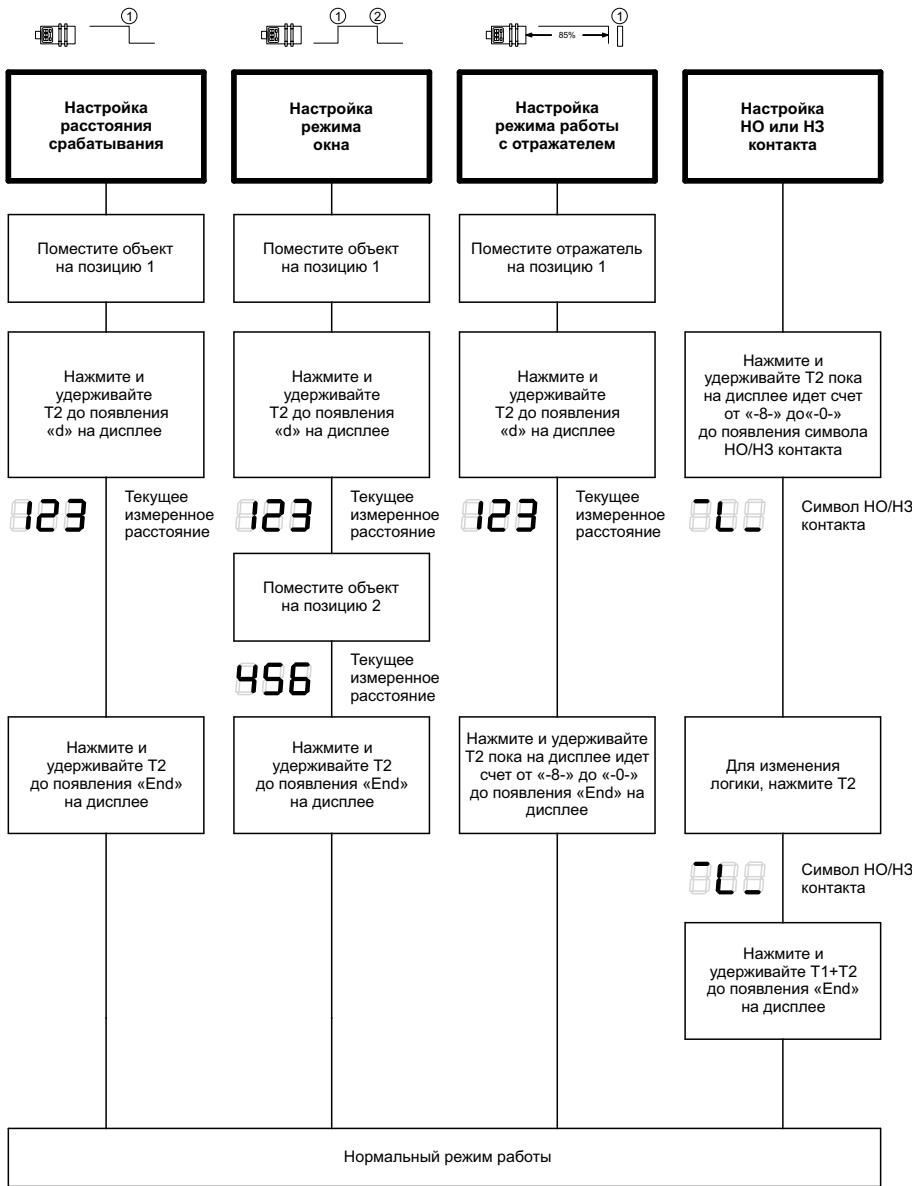

Рисунок 22 – Задание параметров с помощью процедуры «обучения» (дискретный выход) для датчика *mic+.../DIU/TC*
- 2) С помощью процедуры обучения на объекте (см. рисунок 22 — 23).